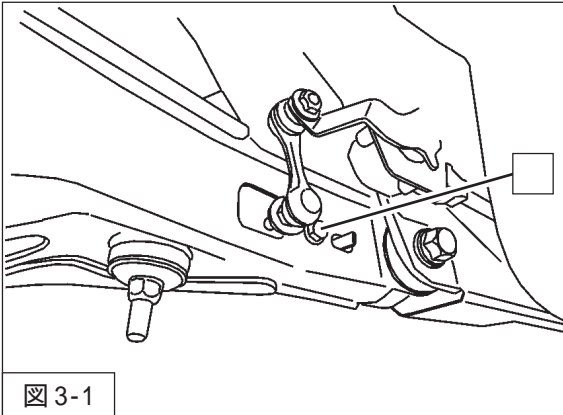

図3-1
1. ハイットコントロールセンサ取付ボルトを取外してください。(図3-1)